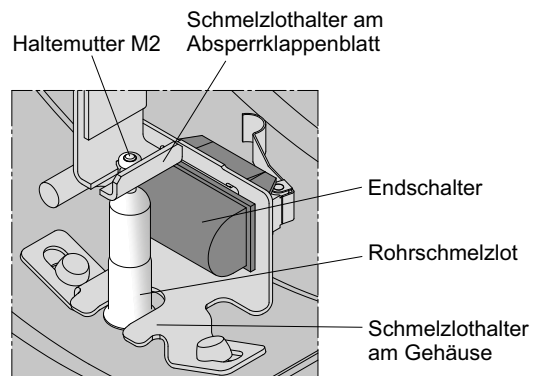

Abb. 3
- mit einsteckbarem elektrischen Endschalter (Abb. 2 und Abb. 3) für die Betriebsstellung „ZU“, und
Das Auslöseelement (Rohrschmelzlot) an der Auslöserseite der Brandschutzklappe ist in die dortigen Schmelzlothalter am Gehäuse und am Absperrklappenblatt einzusetzen (Abb. 3).
Dazu muss das Absperrklappenblatt von Hand entgegen dem Uhrzeigersinn in die AUF-Stellung gedreht werden (Abb. 1). Liegen sodann beide Schmelzlothalter gegenüber, kann das Rohrschmelzlot über die Haltemutter (M2) und den Bördelkragen in beide Schmelzlothalter eingehängt werden (Abb. 3).